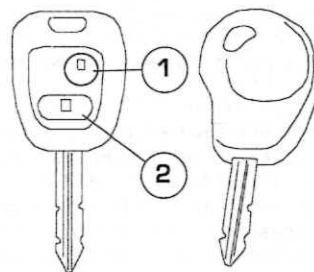

Рис. 21. Ключи автомобиля с кнопками дистанционного управления
К ключам (рис. 21) прилагается кодовая карточка компании Citroën, на которой содержатся следующие сведения:
Для запираения автомобиля следует нажать на кнопку 1 (рис. 21). При запираении автомобиля приблизительно на 2 секунды загораются постоянным цветом указатели поворота.
- Нажмите на кнопку 1 (рис. 21).